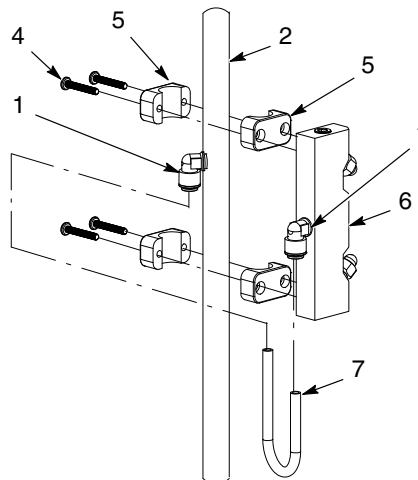

Abbildung 4 Installation des Pistolenabblasesatzes
2. Siehe Abbildung 4. Den Verteilerblock (6) mit den Klemmen (5) und den M6-Schrauben (4) an der Verteilerrohrbaugruppe (2) befestigen. Die Schrauben für die im folgenden Abschnitt beschriebene Ausrichtung noch nicht festziehen.
3. Den Schlauch (7) von der Verschraubung (1) des Verteilerblocks an der Verschraubung (1) der Verteilerrohrbaugruppe installieren. Vorgang für den zweiten Verteilerblock wiederholen.